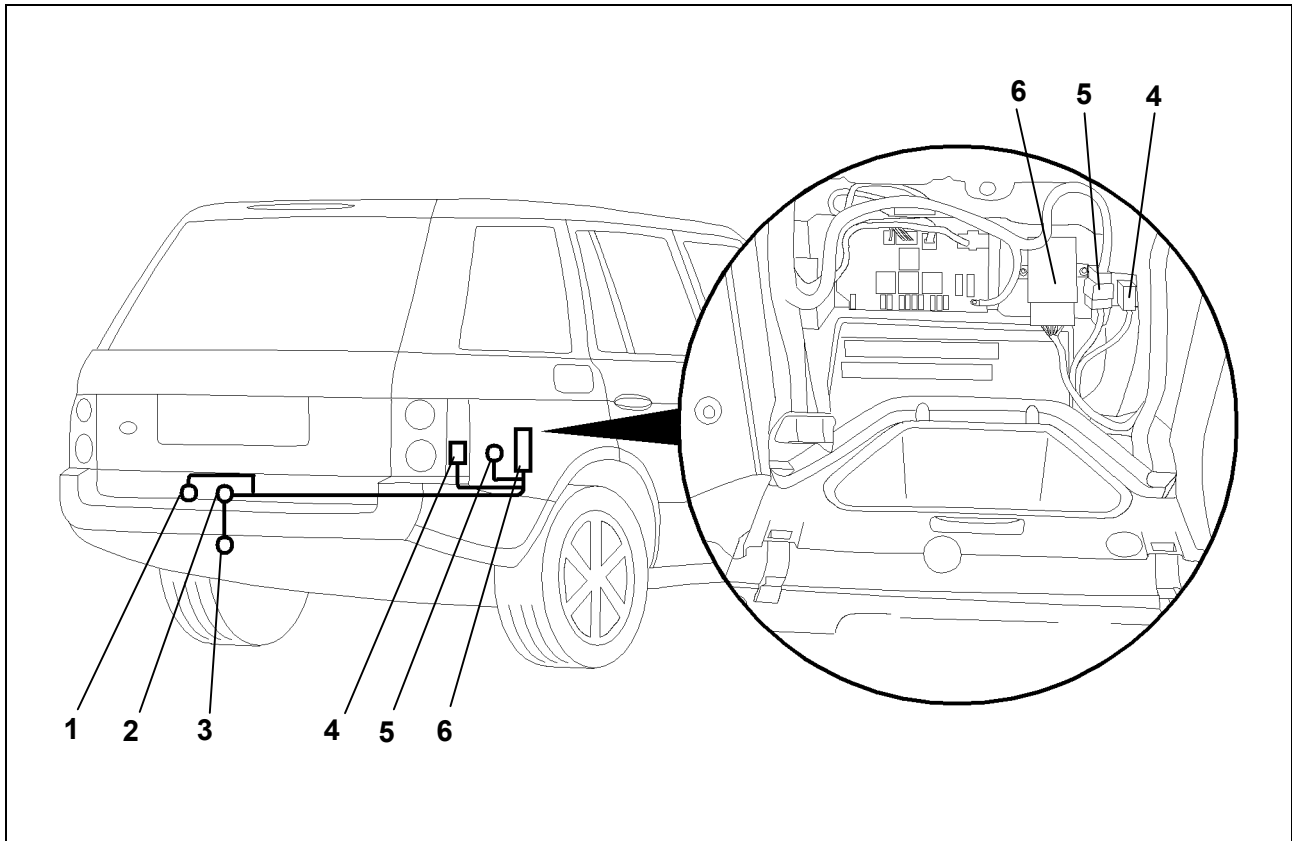

Fig. 1 - Schema di montaggio
4. Far passare l'estremità del cavo con la spina a 12 e 15 dall'esterno attraverso il passacavi (fig. 1/2). Portare l'altra estremità al supporto della presa (fig. 1/3).
5. Infilare la bussola di gomma nel foro di passaggio cavi (fig. 1/2).